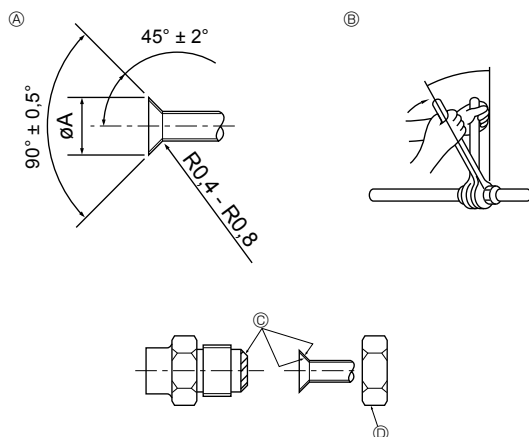

Fig. 3-2
3.2. Collegamento dei tubi (Fig. 3-2)